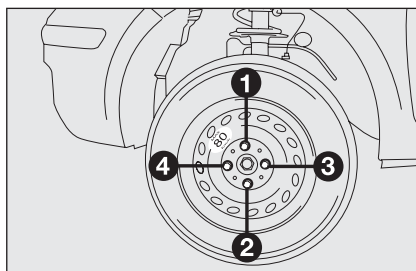

рис. 6
- ☐ С помощью прилагаемого гаечного ключа полностью затяните болты в крестообразном порядке, как показано на **рис. 6**;